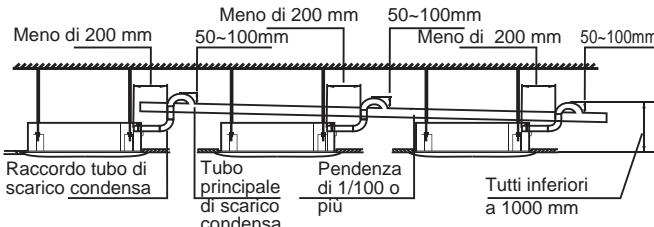

Fig. 5.2
- 7) Nel caso in cui l'uscita del tubo di scarico condensa sia posizionato più in alto rispetto al tubo di collegamento al corpo principale dell'Unità, il tubo di drenaggio della condensa deve essere sistemato in alto mediante l'utilizzo di raccordi, e la sua altezza non deve superare i 1000mm, altrimenti l'eccesso di riflusso durante l'arresto provoca la fuoriuscita di acqua (vedi Fig. 5.2).